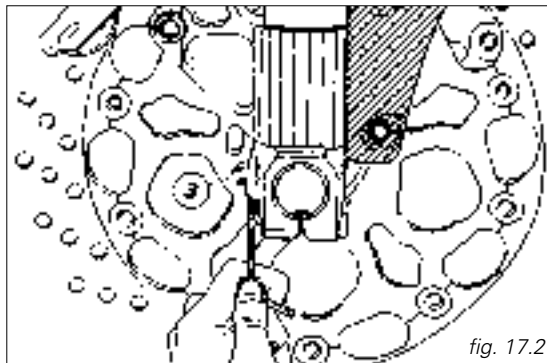

fig. 17.2
- 3) (fig. 17.2) pour modifier l'action hydraulique de freinage en compression.
Pour intervenir sur la vis (3), introduisez une clé six pans mâle de 3 mm à l'intérieur du trou comme indiqué dans la figure 17.2.